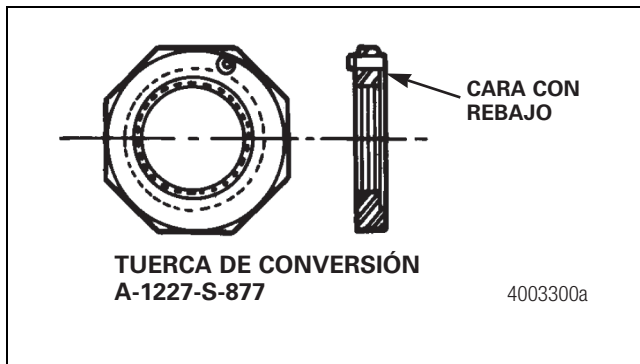

Figura 11.5
3. En los modelos de eje TN, TQ, RN, RQ y TKN donde el componente más interno es una tuerca, el cambio se hará por una pieza número A-1227-S-877. Asegúrese de que el rebajo de la tuerca apunte hacia el equipo del extremo de rueda. Figura 11.5.